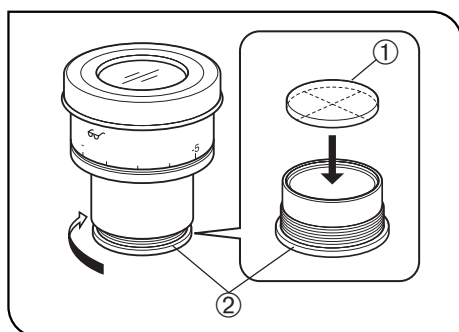

Fig. 15
#### 4 Montage du disque micrométrique pour oculaire (Fig. 15)
Comme illustré à la Fig. 15, tourner le support ② intégré d'installation du disque micrométrique dans le sens de la flèche pour le retirer de l'oculaire et placer un disque micrométrique ① dans le support d'installation de sorte que la surface indiquant le modèle soit orientée vers le bas.